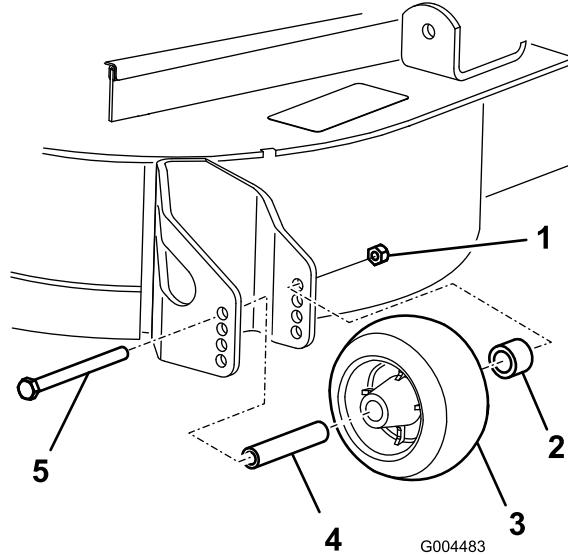

Bild 18
- Nach dem Einstellen der Schnitthöhe sollten Sie die Rollen einstellen. Nehmen Sie die Bundmutter, die Büchse, das Distanzstück und die Schraube ab (Bild 18).
- Setzen Sie die Bundmutter, die Büchse, das Distanzstück und die Schraube ein. Ziehen Sie sie auf 54–61 Nm an (Bild 18).